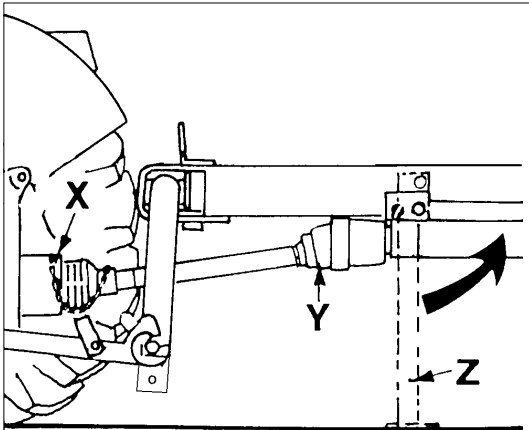

Fig. 3-1
- Connecter la faneuse rotative aux bielles inférieures du tracteur (fig. 3-1)
- Accrocher la chaînette de sécurité afin que le tube protecteur (X) soit immobilisé en rotation (fig. 3-1).
- Replier vers le haut la béquille (Z) et la verrouiller (fig. 3-1).